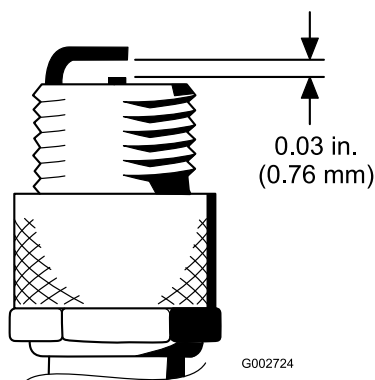

Figura 40
4. Verificate che la distanza tra gli elettrodi centrale e laterale sia 0,76 mm come mostrato in Figura 40